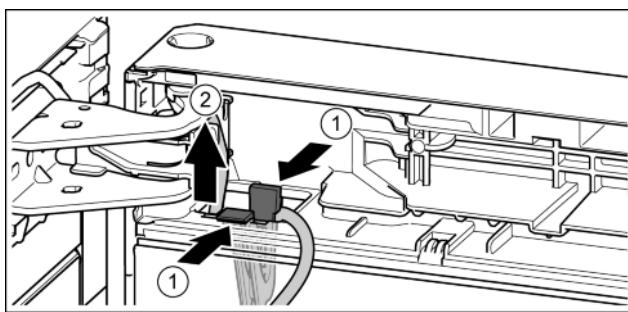

Fig. 20
- Нажать на соединительную накладку. Fig. 20 (1)
- Вынуть держатель кабеля с закрепленным на нем кабелем. Fig. 20 (2)